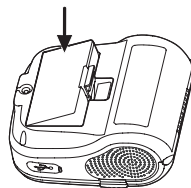

Figure 1
2. Comme illustré à la figure 1 ci-dessous, insérez la batterie dans son logement situé derrière l'imprimante, dans le sens de la flèche.